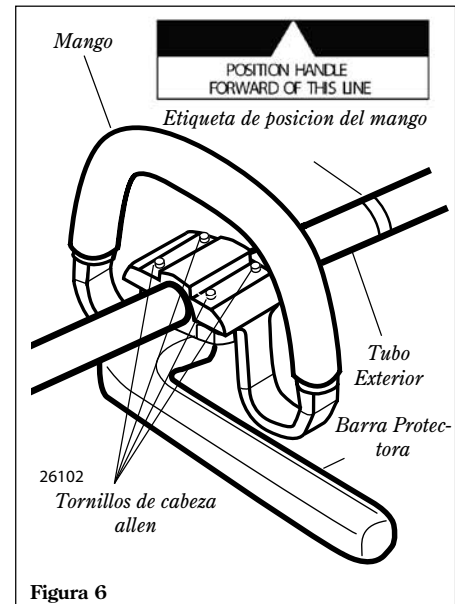

Figura 6
2. Afloje los cuatro tornillos de cabeza allen en el mango y rote el mango hasta que la barra barrera esté posicionada horizontalmente al lado izquierdo de la máquina. Consulte la figura 6.